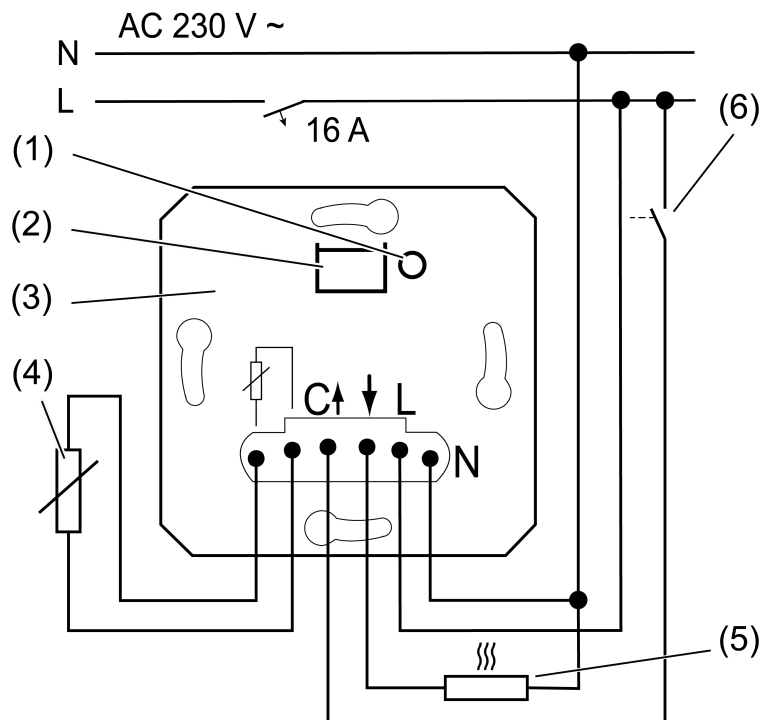
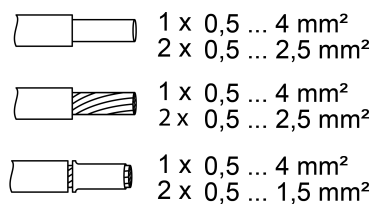

Figure 1: Exemple de raccordement du mécanisme
Figure 2: Section de conducteur serrable
- Raccorder le mécanisme (3) conformément au schéma de raccordement (Figure 1). Lors de cette opération, respecter les sections transversales de conducteur pouvant être bloquées (Figure 2).
- Raccorder la sonde de température externe facultative (4) (Accessoires).
- i** Actionner brièvement la touche **TEST** (1) pour commuter la charge. La LED (2) s'allume lorsque la charge est activée.